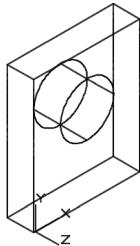

图 14-15 绘制圆孔
3) 选择“创建”面板→“圆柱体”命令。输入圆心位置“20,30”，圆半径 10，高度“-10”，(注意高度的延伸为 Z 轴的反方向) 支撑板圆孔绘制结果如图 14-15 所示。